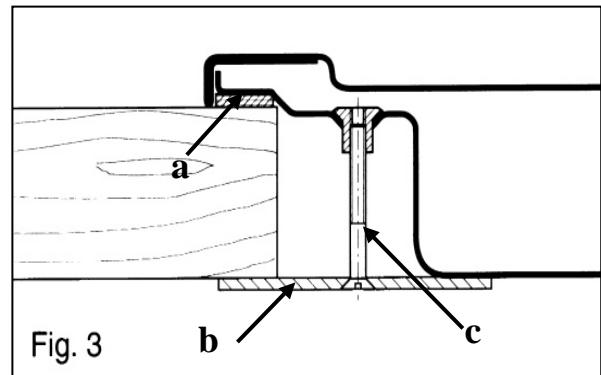

Fig. 3
水條將背膠紙撕下後，將防水條貼於面板背面四周處。(見 Fig3-a)
6. 取出固定片(見Fig3-b)用螺絲(見Fig3-c)將此固定於底座上，調整螺將底座與檯面固定好即可。